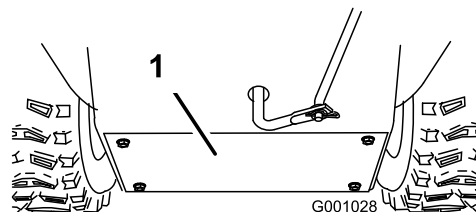

Рисунок 50
3. Снимите заднюю крышку (Рисунок 50).